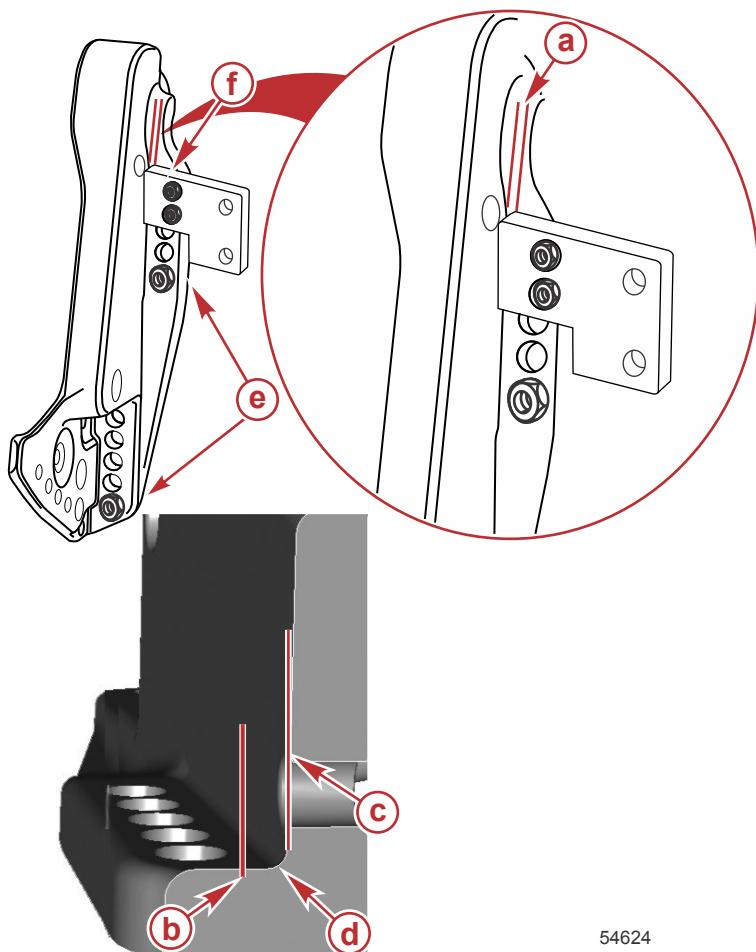

Рис. 1
После установки двигателя на транец или поддомкратную плиту в соответствии с инструкциями по установке двигателя допускается присоединение вспомогательного оборудования к судну путем использования незадействованных отверстий для болтов в зажимном транцевом кронштейне, как показано на рис. 1.
- При установке не должна создаваться опасность столкновения (например, установочная пластина вспомогательного оборудования не должна находиться в зоне действия зажимного кронштейна). См. рис. 1.